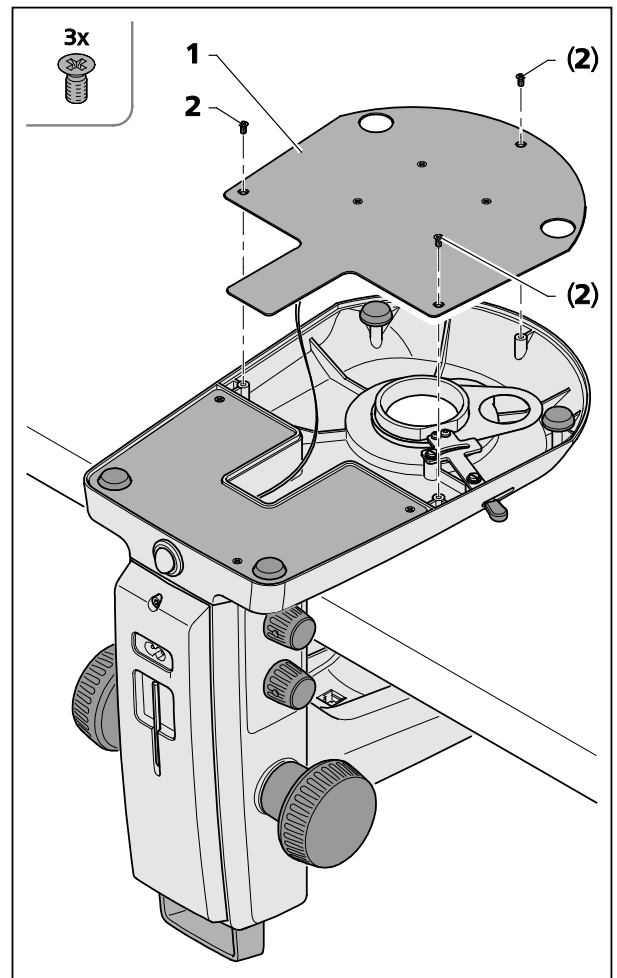

图 22 打开 K EDU 镜臂的盖板
在清洁和移除意外掉落的异物时，可以移除镜臂盖板(图 22/1)。
- 松开三个十字槽螺钉(图 22/2)，小心地取下镜臂盖板(图 22/1)放到一边。
- 要注意不要让电线和镜臂盖板(图 22/1)分离。